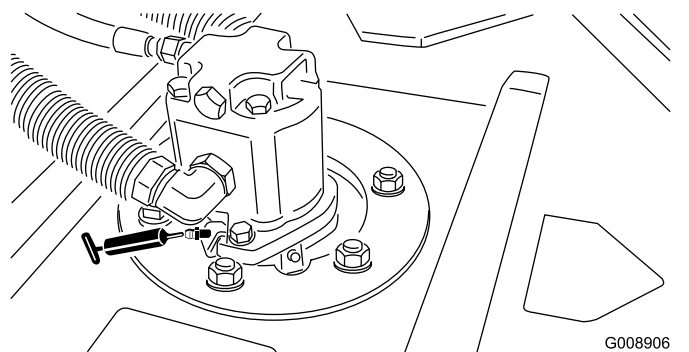

Figura 55
- Cuscinetti dell'asse del perno dell'apparato di taglio (2 per apparato di taglio) (Figura 55)